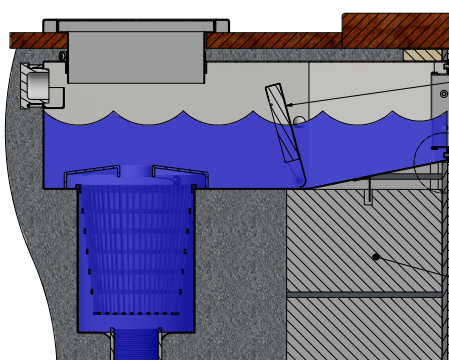

Bild 6. Stomme av lecablock
9. Montera fästramen och fixera med medföljande skruvar (4st M5x30), se bild 6.